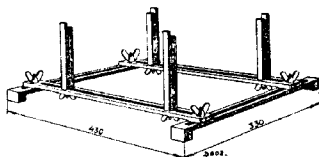

Fig. 8
2. Het apparaat mag nooit dragen op een der spoelbussen, daar een deuk in die bussen de zelfinductie der spoelen merkbaar zal veranderen en dus de gevoeligheid en selectiviteit nadeelig beïnvloed zouden worden. Gebruik dus bij reparatie een montagebankje (Fig. 8) of zet het toestel op de rechter korte zijde.